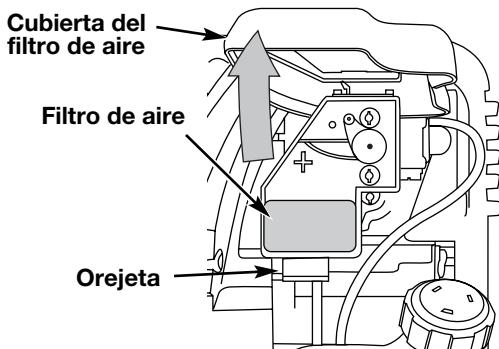

Fig. 26
- Abra la tapa del filtro de aire. Empuje hacia adentro la lengüeta que está en lado inferior de la tapa. Despues hale hacia afuera y arriba la tapa del filtro de aire. (Fig. 26).
- Retire el filtro de aire (Fig. 26).
- Vuelva a colocar el filtro (Fig. 26).